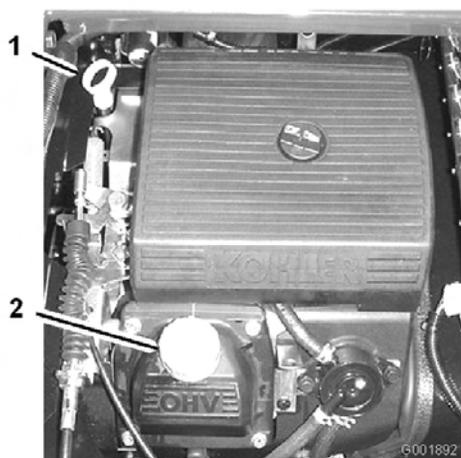

Figura 44
2. Togliete l'asta di livello ed asciugatela con un panno pulito (Figura 44). Inserite l'asta nel tubo e verificate che sia inserita a fondo. Rimuovete l'asta e controllate il livello dell'olio.
3. Se il livello dell'olio è basso, togliete il tappo di rifornimento dal coperchio della valvola (Figura 44) e versate dell'olio fino a portarne il livello al segno di pieno (Full) sull'asta. Versate l'olio lentamente, controllando spesso il livello durante questa operazione. Non riempite troppo.
8. Versate lentamente circa l'80% della quantità indicata d'olio nel bocchettone di rifornimento (Figura 44).